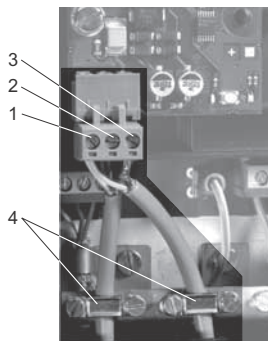

Fig. 2 Collegamento della rete LON
Vedere fig. 2.
1. Collegare i conduttori al morsetto A (pos. 1).
2. Collegare i conduttori al morsetto B (pos. 2).
3. Collegare le estremità intrecciate della schermatura al morsetto "Schermatura" (pos. 3).
La schermatura deve essere collegata soltanto al rispettivo morsetto del modulo LON CIM 1XX. Vedere fig. 2, pos. 3.
La schermatura del cavo non deve mai essere collegata alla terra tramite il morsetto di terra. Vedere fig. 2, pos. 4.